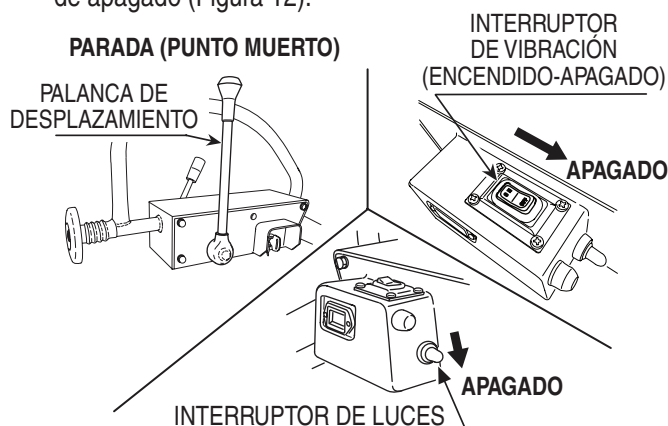

Figura 12. Palanca de desplazamiento, interruptor de vibración e interruptor de luces
2. Mueva la palanca de desplazamiento a la posición de parada (punto muerto) (Figura 12).
3. Mueva el interruptor de encendido/apagado de vibración a la posición de apagado (Figura 12).
4. Mueva el interruptor de encendido/apagado a la posición de apagado (Figura 12).